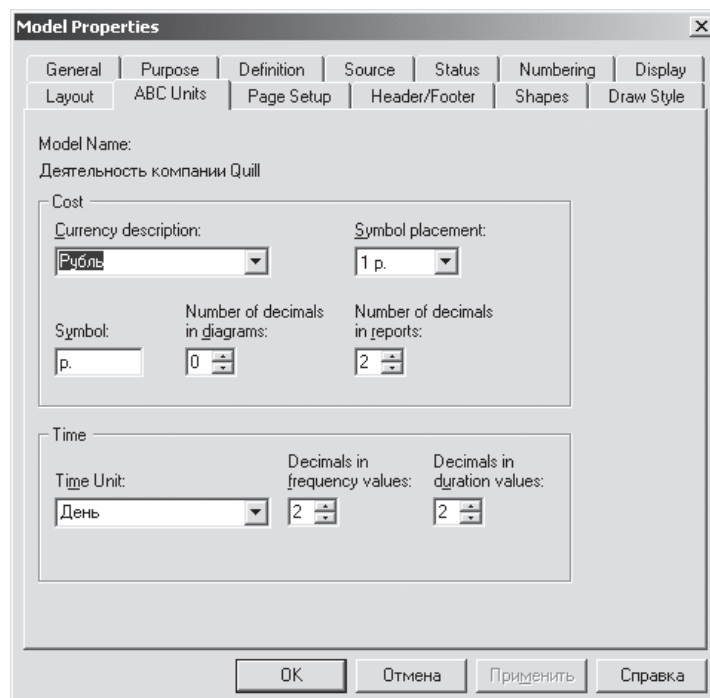

Рис. 9.1. Вкладка ABC Units диалога Model Properties
1. В диалоге Model Properties (вызывается из меню Model/Model Properties) во вкладке ABC Units (рис. 9.1) установите единицы измерения денег и времени — рубль и дни.